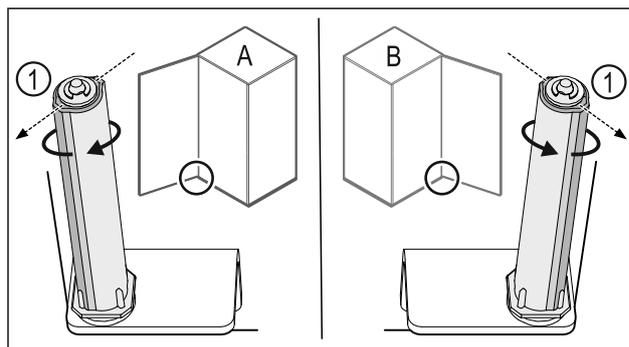

Fig. 37 Opritorul din stânga (A) / opritorul din dreapta (B)
- ▶ Rotiți sistemul de închidere până la rezistență, până când pragul sistemului de închidere Fig. 37 (1) este orientat spre exterior.